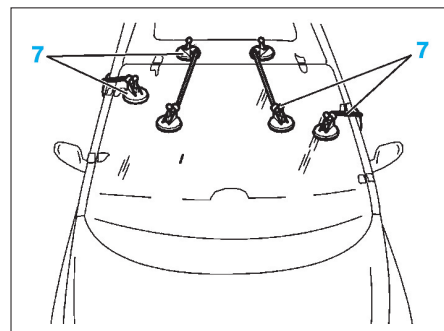

FIG. 127
- Exercer une pression constante à l'aide des ventouses à fils (7) (Fig.127).